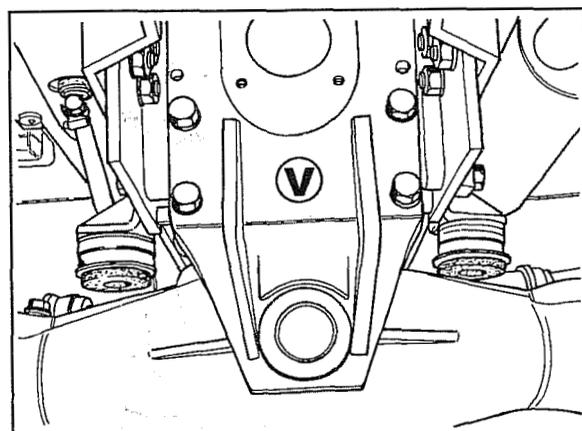

Fig. 77
11. Quitar el soporte delantero **V** fig. 77, luego extraer hacia adelante el eje para separarlo de la máquina.